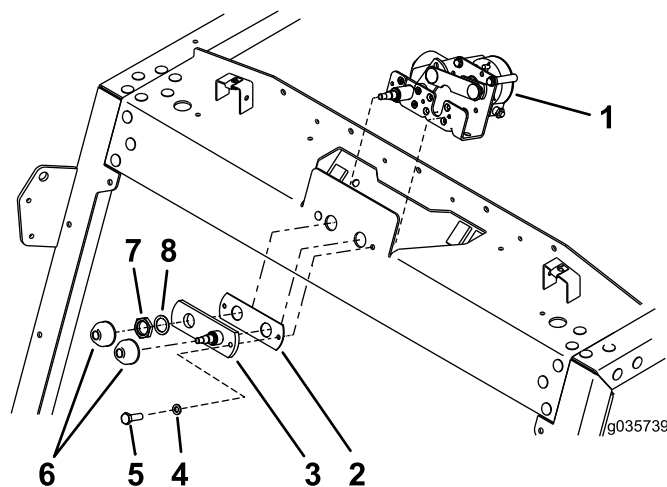

Figure 2
2. Retirez le boulon et la rondelle frein de l'arbre (Figure 2).
3. Retirez les chapeaux en plastique, l'écrou de blocage, la rondelle, l'arbre et le joint du moteur d'essuie-glace (Figure 2).
5. Poussez l'arbre du moteur dans le trou situé au-dessus (Figure 2).
6. Montez le joint et l'arbre avec le boulon et la rondelle frein pour maintenir le moteur en place (Figure 2).